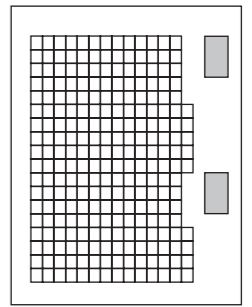

Fig. 1
- Ein Testdruck zur Kalibrierung wird ausgegeben (Fig.1).
- Se imprime la plantilla de prueba de la calibración (Fig.1).
- 输出校准用测试图 (Fig. 1)。